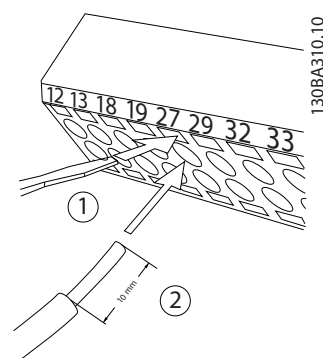

Bild 2.16 Ansluta styrkablar
- Öppna kontakten genom att sätta en liten skruvmejsel i skåran ovanför eller under kontakten (se Bild 2.16).